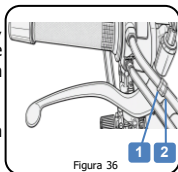

Figura 36
1. Afrouxe o regulador (**figura 36, item 2**) para liberar a porca de ajuste e permitir a regulação (**figura 36, item 1**).